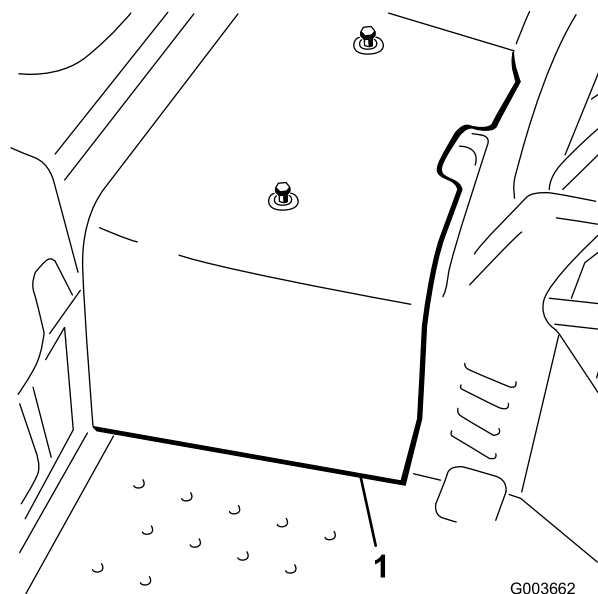

Figura 3
5. Desconecte y retire la cubierta central del bastidor (Figura 3).